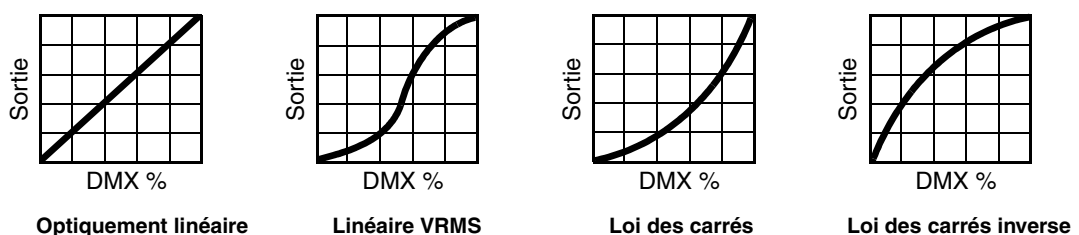

Figure 5: Courbes de gradation
- **DIMMING CURVE** fournit 4 courbes de gradation (voir Figure 5):